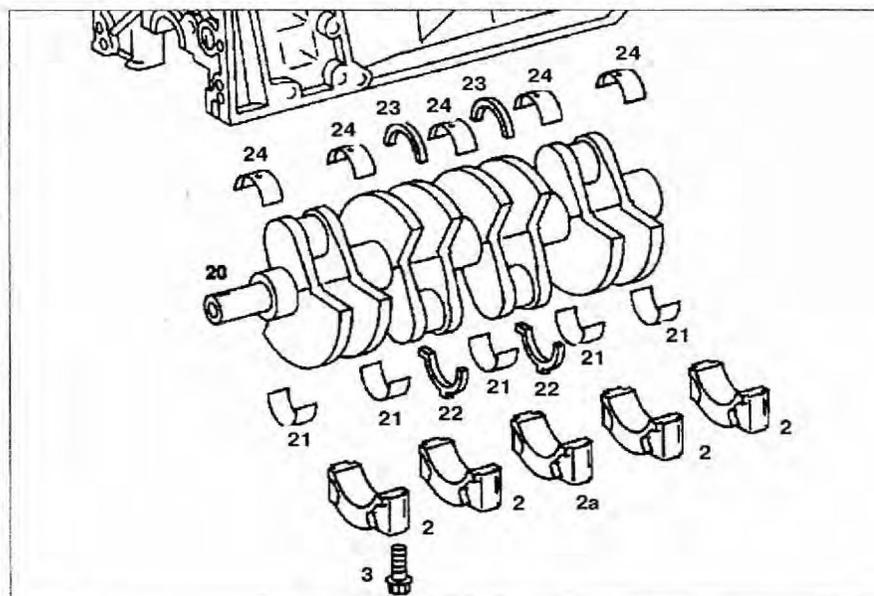

Рис. 2.53. Коленчатый вал:
7. Открутите болты крепления крышек коренных подшипников коленчатого вала **2** и **2а**, начиная с передней (рис. 2.53).